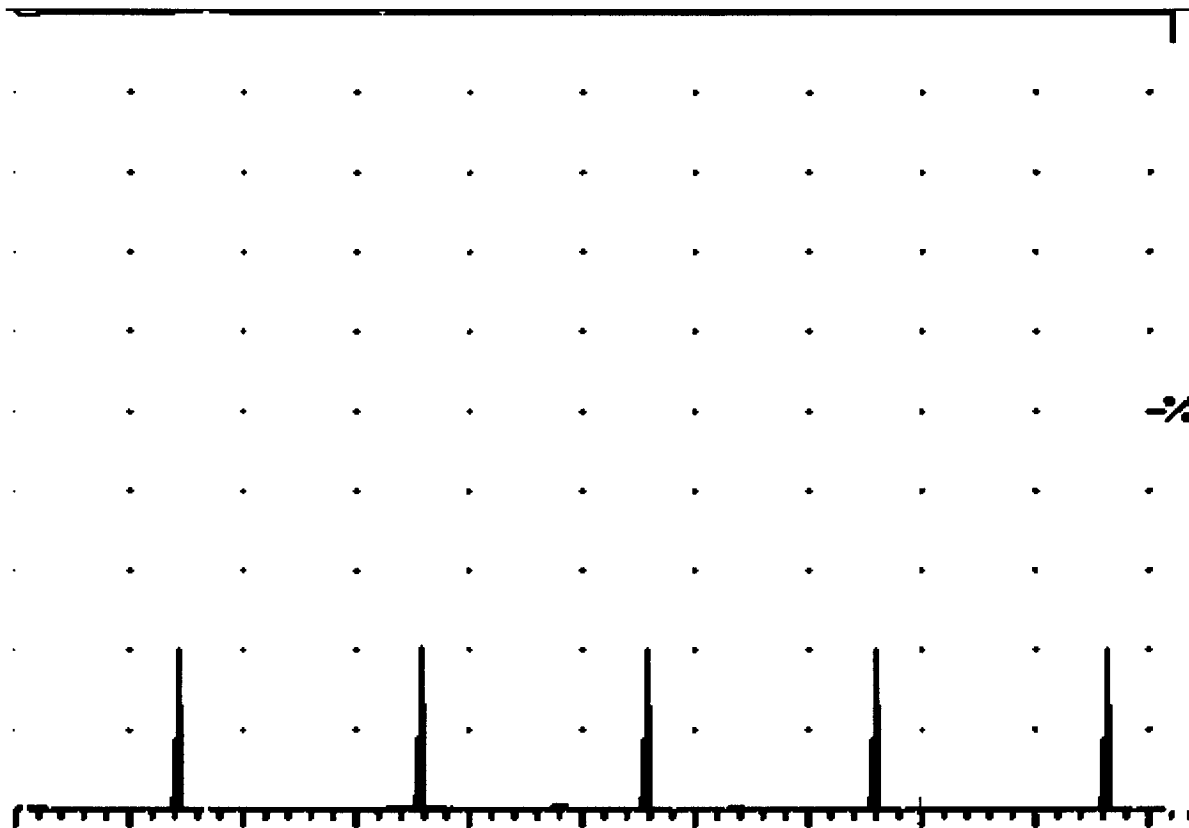

Рисунок 7.
- Клавишами установите необходимое усиления для того, чтобы амплитуда импульса составляла 20 % от максимальной высоты экрана, рисунок 7.